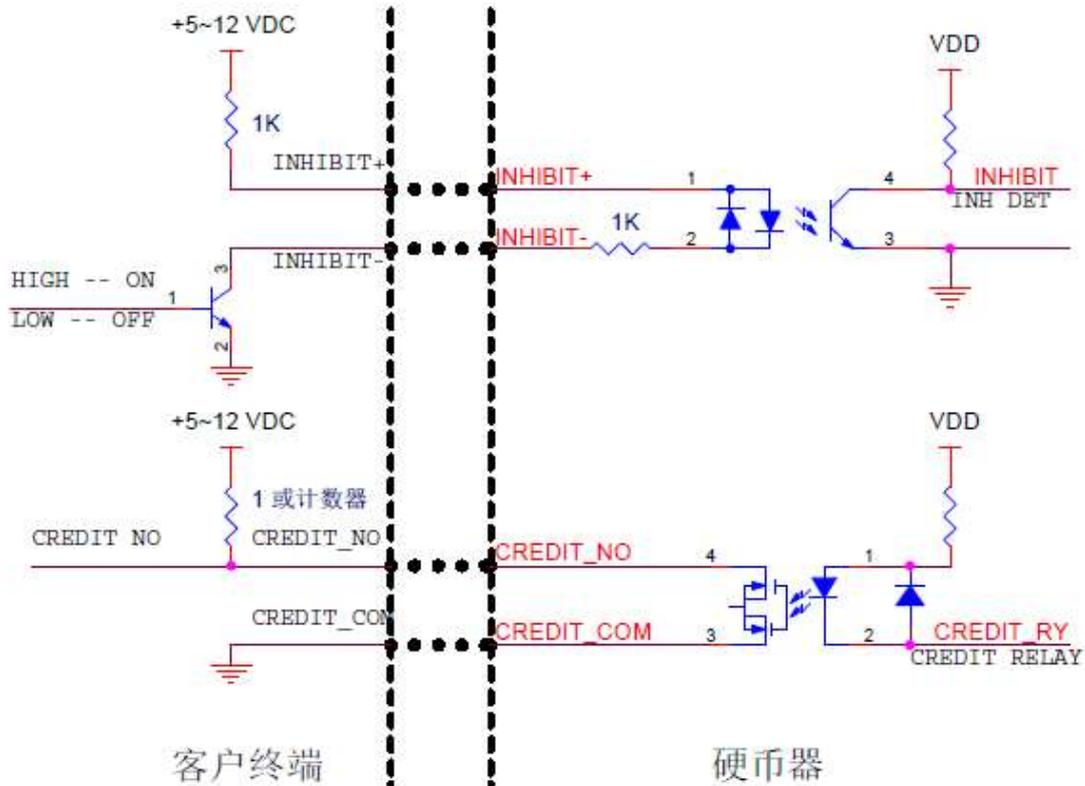
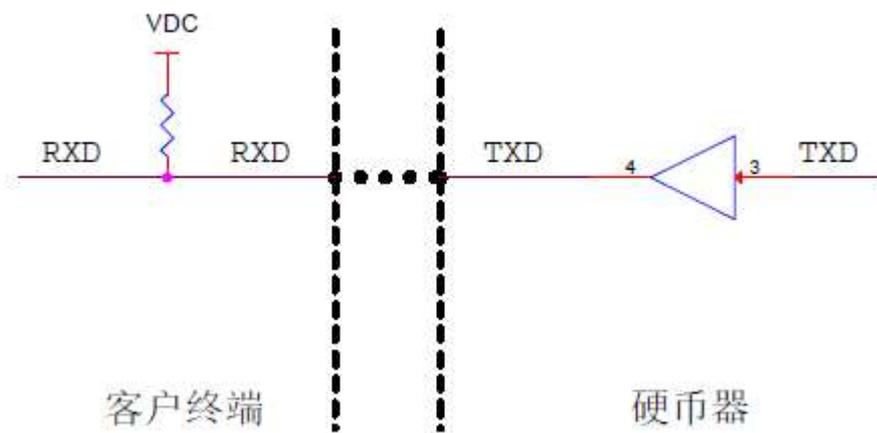
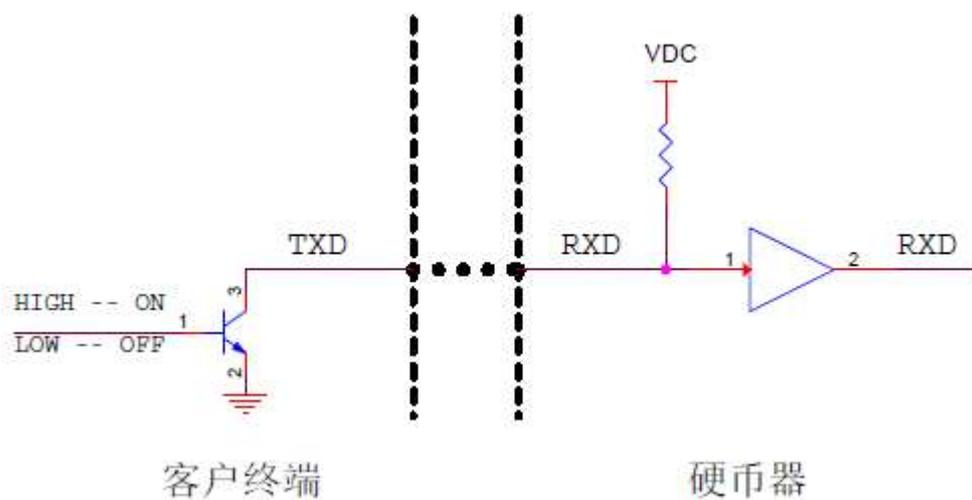

图 1.
图 2.
图 3.
(1) Pulse 脉冲接口客户端建议电路，见图1、图2.
(2) TTL 串口接口客户端建议电路, 见图2、图3.